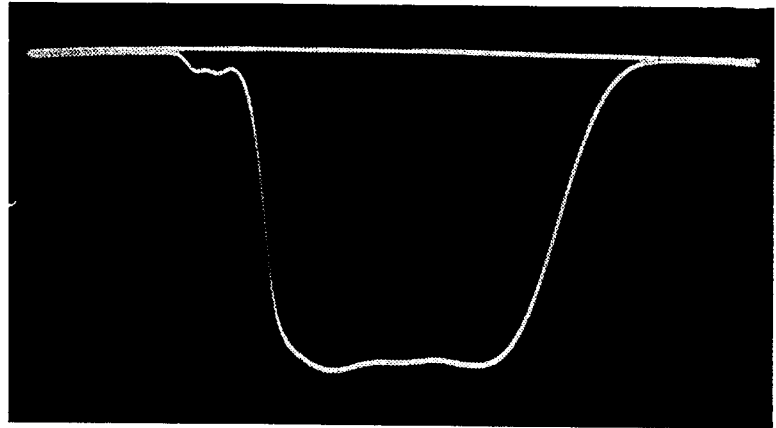

Bild 8 ZF-Durchlaßkurve eines korrekt abgeglichenen Empfängers
- e) Markengeber zunächst in Stellung „aus“ bringen. Wobbler bei vollem Hub und größter Ausgangsspannung im in Frage kommenden ZF-Bereich einschalten und durchstimmen, bis ZF-Kurve auf dem Schirm erscheint. Verstärkung des Oszillographen und Hub des Wobblers stellt man dann so ein, daß die Kurve den Bildschirm gut ausfüllt und der Kurvenverlauf in allen Einzelheiten deutlich wird. Bild 8 zeigt die Photographie einer Durchlaßkurve auf dem Schirm eines Oszillographen bei gut abgeglichenem Empfänger.